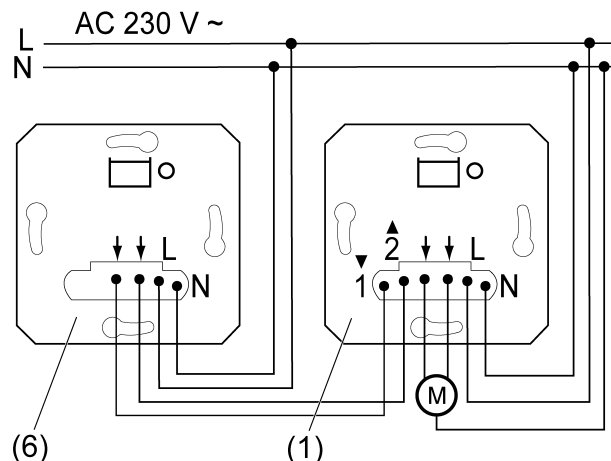
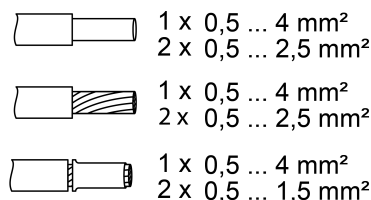

Bild 2: Insats med extension
Bild 3: Klämbär ledningsarea
- Ansluta och montera jalusiinsats (1) (Bild 2). Observera då de klämbär ledningsareorna (Bild 3). Tillval: anslutning till en extension (6). Istället för jalusiinsatsen kan även en mekanisk jalousiknapp eller jalousibrytare användas som extension.